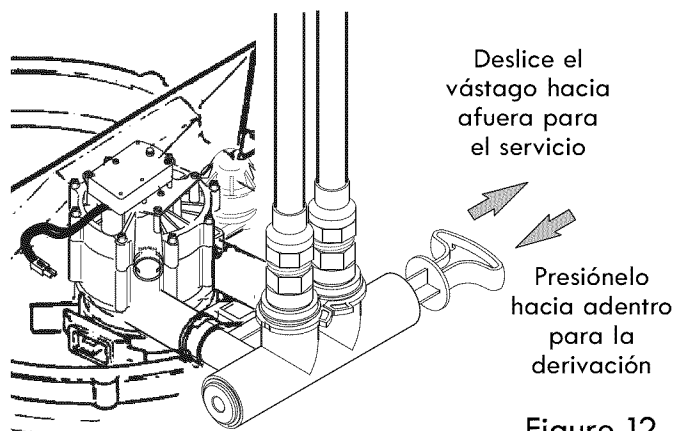

Figure 12
2. Mueva las válvulas de derivación a la posición de "derivación" (Bypass) (vea las Fig. 12 y 13). En una válvula de una derivación, deslice el vástago hacia adentro a la posición de derivación. En una derivación de 3 válvulas, cierre las válvulas de entrada y salida, y abra la válvula de derivación.